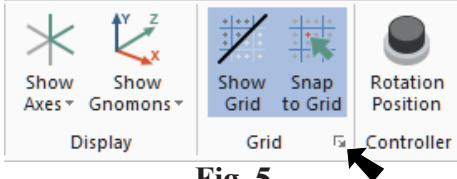

Fig. 5
Step 2. Click the Dialog Box Launcher  (Alt-G), Fig. 5.